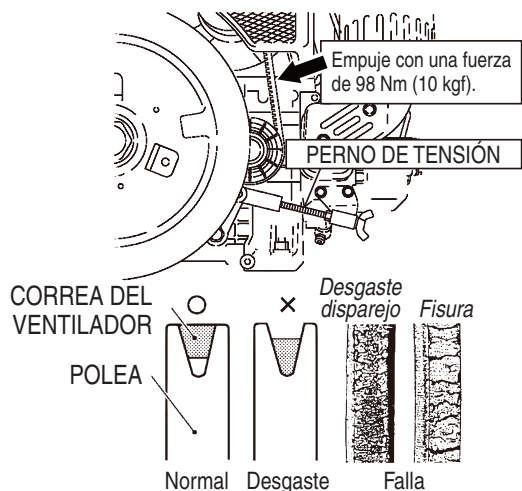

Figura 24. Ajuste de la correa del ventilador
1. Empuje la correa del ventilador (mitad de la polea de transmisión del ventilador y la polea de tensión) a 98N (aproximadamente 10 kgf) para verificar la desviación (Figura 24).